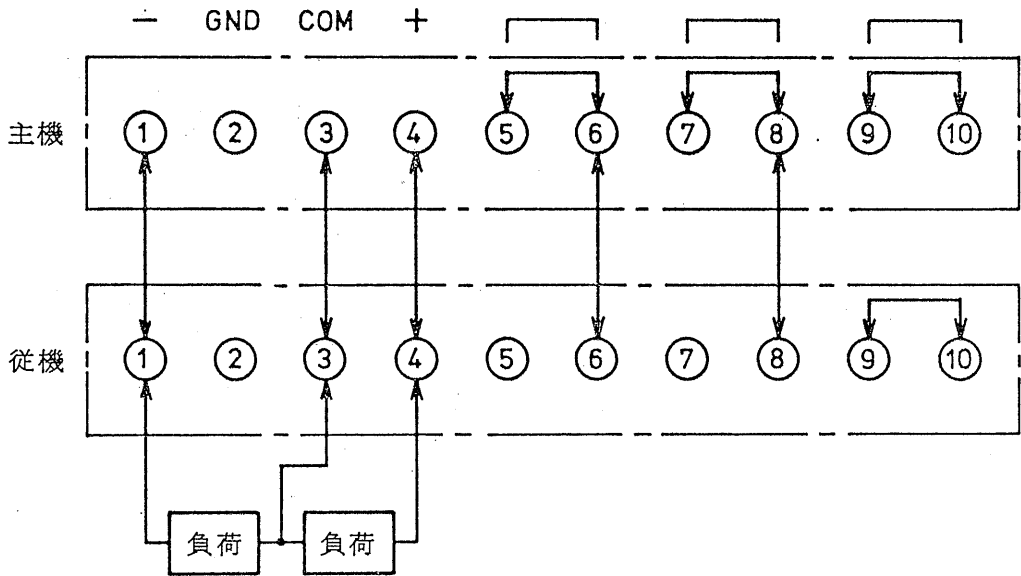

図 4-7 ワンコントロール並列運転
- (1) 電源スイッチを OFF にします。(ただし出力スイッチは主機，従機ともに ON にします。)
- (2) 主機(出力電圧を可変する機器)と従機により電圧をコントロールされる機器)の後面端子盤を図 4-7 のように接続します。
- (3) 出力を主機の後面出力端子から取り出します。ただし，電源スイッチは主機 従機の順で投入し，従機，主機の順で切断して下さい。